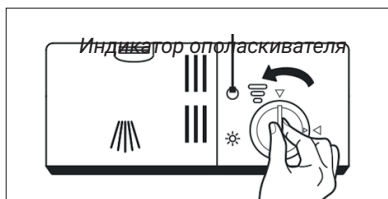

Рис. 1
1. Чтобы открыть крышку дозатора, поверните её влево (позиция OPEN) и вытащите её (рис. 1).